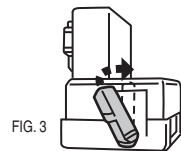

FIG. 3
5. Without disturbing the brake pedal, move the black adjustment lever clockwise to adjust the switch. The lever should be parallel to the connector. (Figure 3)
5. Sans déranger la pédale de frein, déplacer la manette de réglage noire en sens horaire afin d'ajuster l'interrupteur. La manette doit être parallèle au raccord (voir la figure 3).